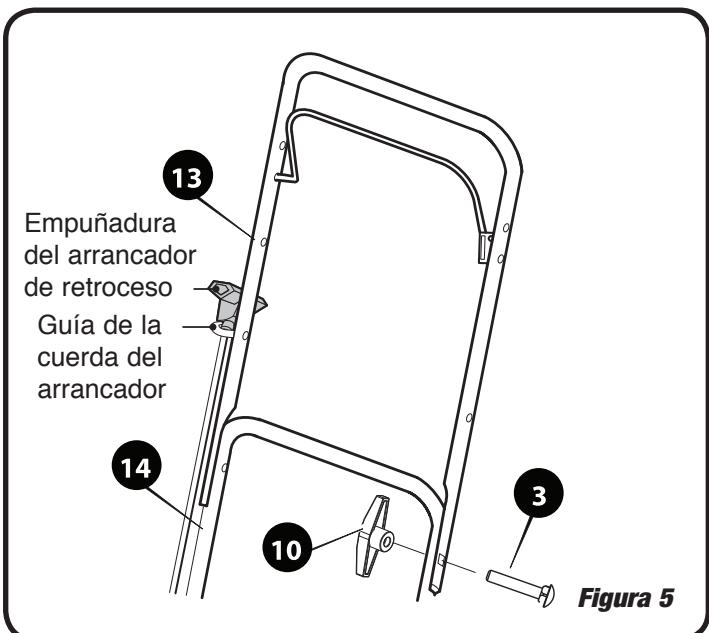

Figura 5
1. Colocar el asidero superior (artículo 13) en posición sobre el asidero inferior (artículo 14). Véase la Figura 5.
3. Tirar del arrancador de retroceso y enhebrar la cuerda a través de la abertura de la guía, como se muestra en la Figura 5.
3. Insertar el extremo del lado opuesto (izquierdo) de la palanca de control de la cuchilla en el agujero del asidero superior. Véase la Figura 5.